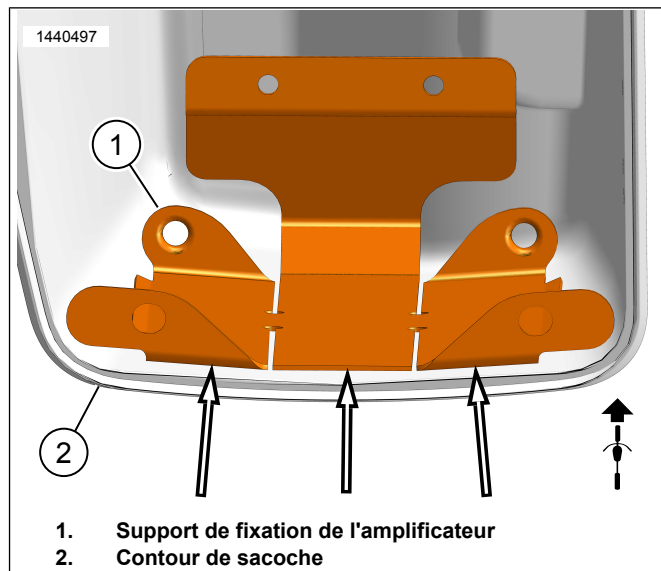

Figure 13. Contour de sacoche
b. Figure 13 Utiliser les fentes du support de montage (1) pour pouvoir cintrer en adaptant au contour de la sacoche (2) sans basculement. Cela permettra d'assurer un meilleur contact et une meilleure adhérence avec le ruban. Ne pas enlever le film de protection pour le moment.